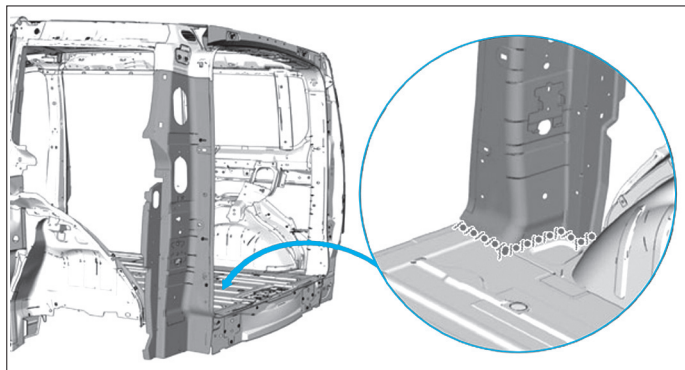

FIG. 100
- Appliquer une couche d'impression phosphatante sur la zone mise à nue (Fig.100)